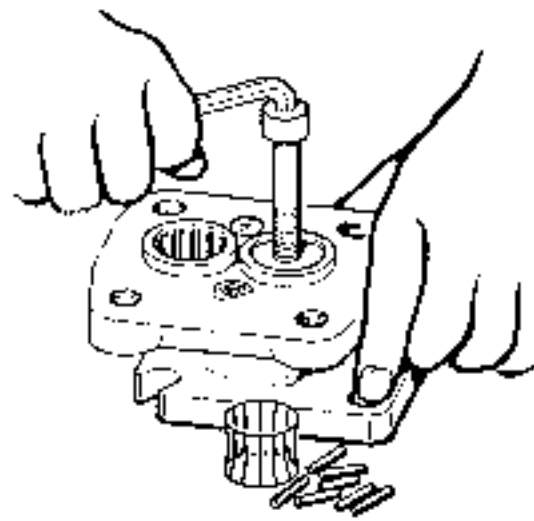
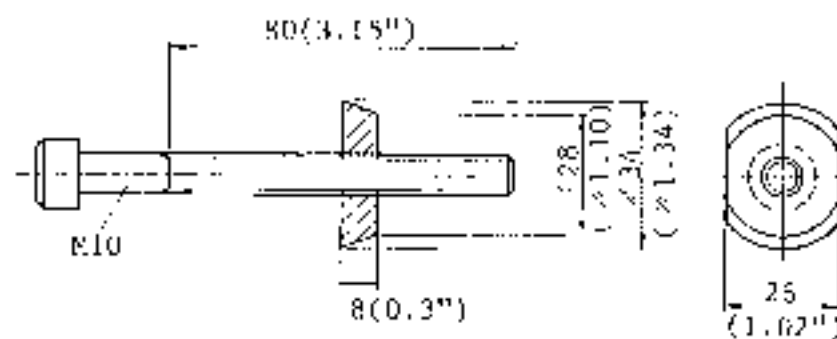

Fig. 10
Fig. 11
14. Force out the bearing outer race as shown in Fig. 10, using a special tool to be made in accordance with Fig. 11. Replace needle bearing (8) with a new bearing.
14. ニードル、保持器を外した後、Fig. 10 の様にベアリング外輪をジャッキアップして抜く。工具はFig. 11の様な治具を作成して下さい。ニードルベアリング(8)は新しいものと交換する。